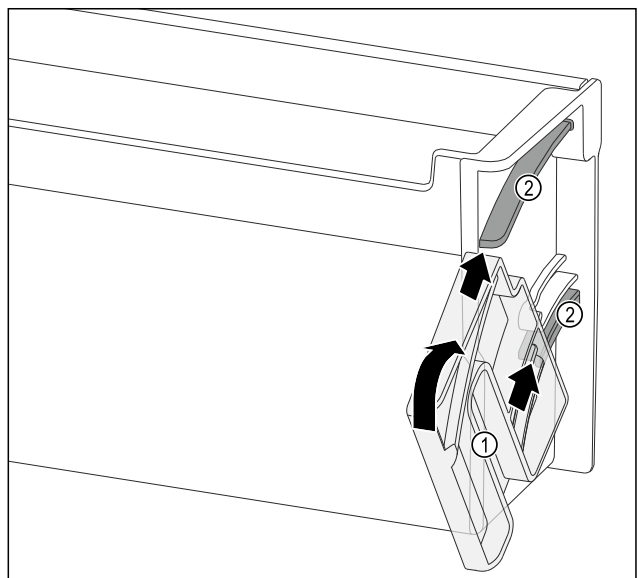

Fig. 116
- Розташуйте поворотний модуль Fig. 116 (1) так, щоб пази розташовувалися точно навпроти напрямних каналів Fig. 116 (2) дверного лотка.
- Прокрутіть поворотний модуль Fig. 116 (1) у вказаному напрямку.